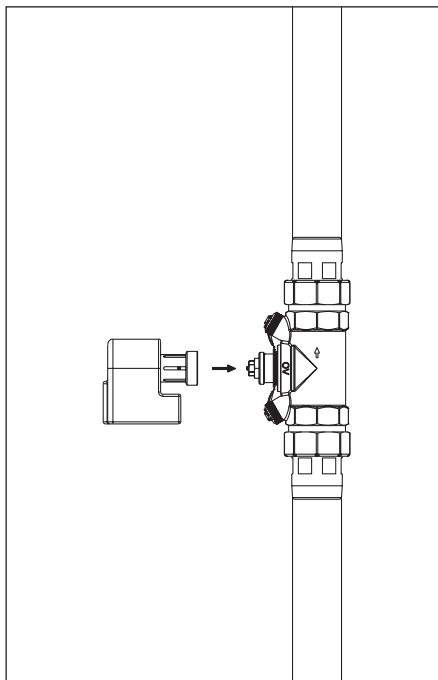

Fig. 6.1 Montage du moteur
5. Monter le moteur (fig. 6.1).